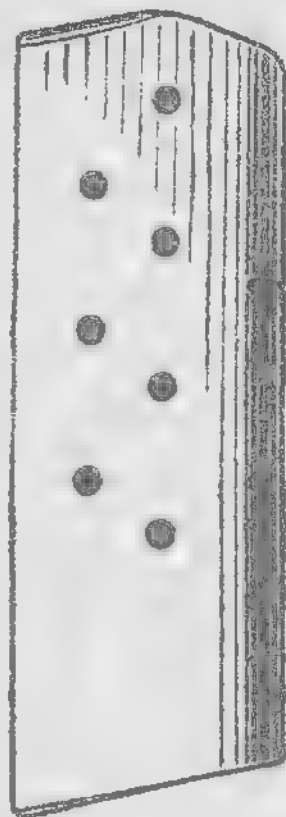

Рис. 68. Магазин.
**103. Магазин** (рис. 68) служит для помещения восьми патронов; он состоит из коробки, подавателя, пружины подавателя, крышки и вкладыша.